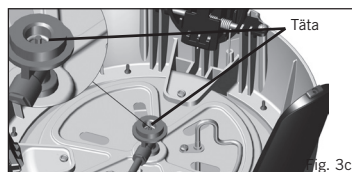

Fig. 3c
- Om det bildas bubblor, finns det en gasläcka. Ta omedelbart av gasolubnen från apparaten. Kolla att alla anslutningarna sitter som de skall. Kolla att tätningsskivan finns på plats och att den är i god kondition innan du ansluter en gasolub (Fig. 3c). Kolla igen med tvållösning efter att du har satt på gasolubnen igen.